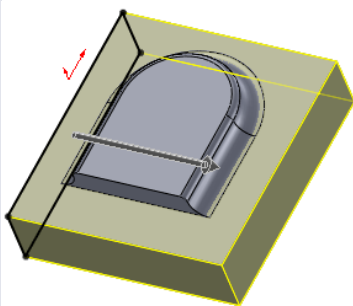
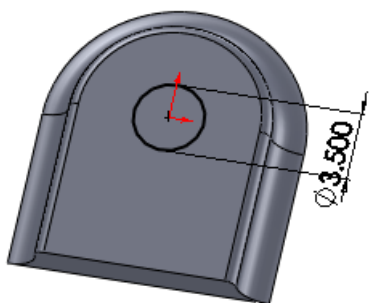

图 10-177 选择基准面
图 10-178 绘制草图
9) 绘制草图。在实体上选择如图 10-177 所示的面作为基准面，单击“草图”工具栏中的（圆）按钮，在基准面上绘制一个圆，圆心与原点重合，标注直径智能尺寸，如图 10-178 所示，单击（退出草图）按钮。